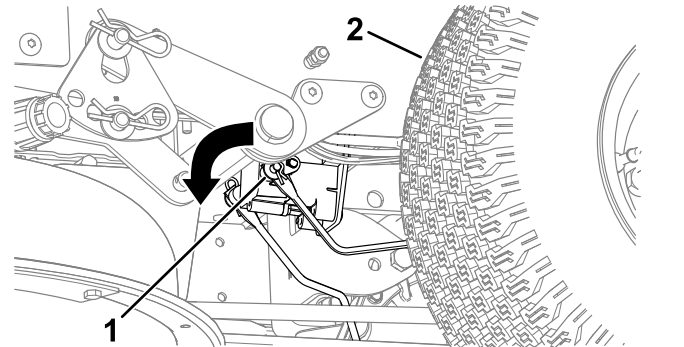

Bild 51
3. Finden Sie die Welle an der elektrischen Bremse, an der die Bremsgestängearme angeschlossen sind (Bild 51).